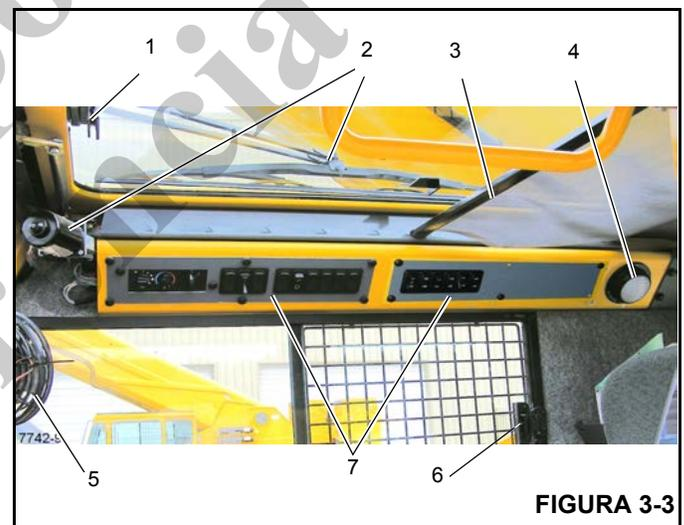
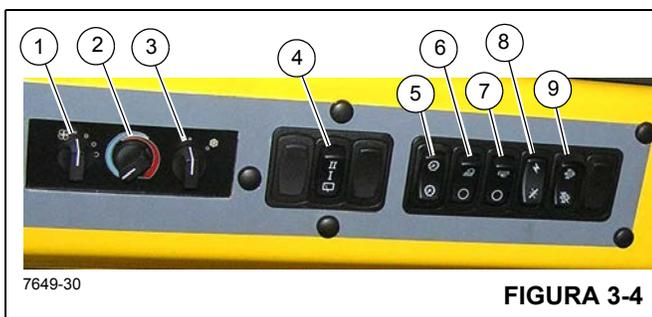

FIGURA 3-3
Figura 3-4 Números de artículos
El pestillo de la ventana del techo (1, Figura 3-3) se encuentra en la parte delantera de la ventana. Apriete el pestillo y deslice la ventana hacia atrás para abrirla. Para cerrar, deslice la ventana hacia adelante hasta que el pestillo se trabase.
El limpiacristal de la ventana del techo (2, Figura 3-3) se controla por medio del interruptor del limpiacristal, (4) (Figura 3-4), y su funcionamiento es controlado por el motor del limpiacristal.
La visera de la ventana del techo (3, Figura 3-3) se utiliza para reducir la luz solar directa. La visera es autorretraíble y se puede utilizar para filtrar el ingreso de luz solar o se puede ajustar hacia atrás y trabarse en las muescas provistas.
La luz interior de techo (4, Figura 3-3) se encuentra en la esquina trasera derecha de la consola superior de la cabina y provee iluminación a la cabina. La luz de techo interior se controla por medio de un interruptor ubicado en la lámpara misma.
El ventilador de circulación de la cabina (5, Figura 3-3) se encuentra en el lado delantero izquierdo de la cabina, encima del marco de la ventana. Una unión giratoria permite girar el ventilador y en su base se encuentra el interruptor de control. El interruptor tiene las posiciones alta, baja y apagado.
La ventana del lado derecho de la cabina se puede abrir. Apriete el pestillo (6, Figura 3-3) para soltar la ventana y deslizarla hacia adelante. Para cerrar, deslice la ventana hacia atrás hasta que el pestillo se trabe.
El interruptor del ventilador del calefactor/acondicionador de aire (1) (Figura 3-4) controla la velocidad del ventilador de la cabina. La velocidad del ventilador controla el volumen de salida de aire calentado (o la salida de aire enfriado) del ventilador. Los ajustes son apagado, velocidad baja, velocidad mediana y velocidad alta.
El interruptor de control del calefactor (2) (Figura 3-4) controla la intensidad de la temperatura de calefacción. Gire el interruptor hacia la derecha (sentido horario) para abrir la válvula para la calefacción. (El calor proviene del fluido calentado que circula por el serpentín del calefactor.) Gire el interruptor hacia la izquierda (sentido contrahorario) para cerrar la válvula para detener la circulación del fluido y reducir el calor.
El interruptor del acondicionador de aire (3) (Figura 3-4) controla el funcionamiento del sistema de acondicionamiento de aire opcional. Los ajustes son apagado (O) y encendido (I).
El limpiacristal eléctrico se usa para quitar la humedad de la ventana en el techo. El limpiacristal de la ventana del techo es controlado por el interruptor del limpiacristal (4) (Figura 3-4). Éste es un interruptor de 3 posiciones, APAGADO, velocidad BAJA y velocidad ALTA (OFF/LOW/HIGH).
El interruptor del atenuador de luces de tablero (5) (Figura 3-4) controla la iluminación de los controles del calefactor/acondicionador de aire que se encuentran en la
parte superior y el medidor de temperatura de aceite de la transmisión (7) (Figura 3-3); presione el interruptor para aumentar o reducir la iluminación del tablero.
El interruptor de luces de trabajo (6, Figura 3-4) controla las luces de trabajo de la grúa montadas en la parte delantera inferior de la cabina de la superestructura. Presione la parte superior del interruptor para encender las luces de trabajo. Presione la parte inferior del interruptor para apagar las luces de trabajo.
El interruptor de las luces de la pluma (7) (Figura 3-4) se encuentra en el tablero de la pantalla lateral. Este interruptor de dos posiciones (ON/OFF) controla el funcionamiento de los proyectores de la pluma. Presione la parte superior del interruptor para encender las luces de la pluma; presione la parte inferior del interruptor para apagar las luces de la pluma.
El interruptor de alimentación de funciones de grúa (8) (Figura 3-4) se encuentra en el tablero de la pantalla lateral. Este interruptor de dos posiciones (ON/OFF) permite al operador desconectar la energía eléctrica de las funciones de la grúa controladas por los controladores hidráulicos en los apoyabrazos. Al colocar el interruptor en la posición de APAGADO se impide el accionamiento inesperado de las funciones si se tocan los controladores durante el transporte u otra operación. Cuando el interruptor está en la posición de apagado (OFF), también se bloquea el funcionamiento del malacate de alta velocidad.
El interruptor del DPF (filtro de partículas diesel) del motor (9) (Figura 3-4) se encuentra en el lado derecho del tablero de control superior. Este interruptor es un interruptor de tres posiciones, inhibir regeneración/permitir regeneración y comenzar regeneración. Presione este interruptor para iniciar la regeneración del motor o para inhabilitar la regeneración: